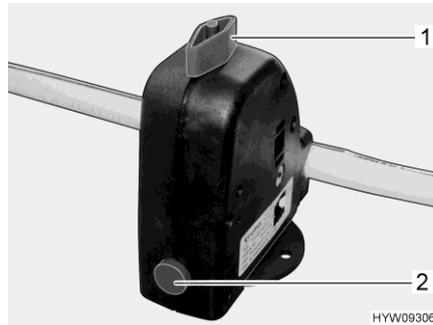

Fig. 214 Valvola di sicurezza/di scarico (boiler)
Il boiler è dotato di una valvola di sicurezza/di scarico (Fig. 214). La valvola di sicurezza/di scarico impedisce che l'acqua congeli nel boiler in presenza di basse temperature esterne, quando il riscaldamento non è acceso.
- Chiudere la valvola di sicurezza/di scarico. A tal fine ruotare la manopola (Fig. 214,1) verticalmente rispetto alla valvola di sicurezza/di scarico e premere verso l'interno il bottone automatico (Fig. 214,2).
- Aprire la valvola di sicurezza/di scarico. A tal fine ruotare la manopola (Fig. 214,1) nel senso della lunghezza della valvola di sicurezza/di scarico. Il bottone automatico (Fig. 214,2) scatta all'infuori. Il boiler viene svuotato verso l'esterno tramite la valvola di sicurezza/di scarico.